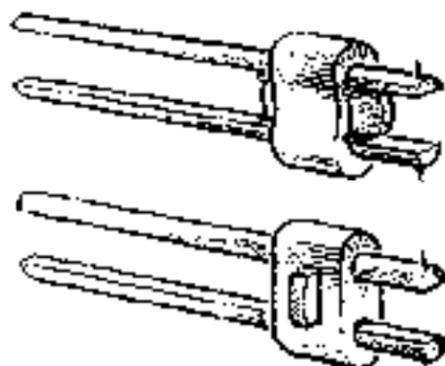

Рис. 30. Ребрусы с клиновым креплением брусочков.
2. Составьте план работы и расскажите о том, в какой последовательности следует изготовить ребрус с клиновым креплением брусочков (рис. 30).